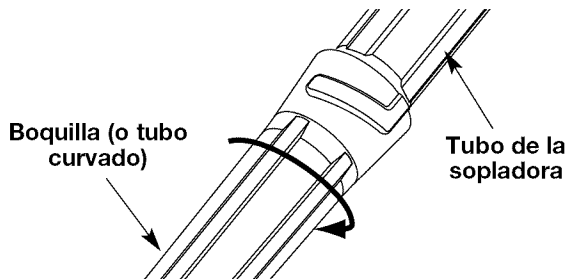

Fig. 4
3. Gire la boquilla en el sentido de las agujas del reloj sobre el tubo de la sopladora hasta que quede apretada (Fig. 4).